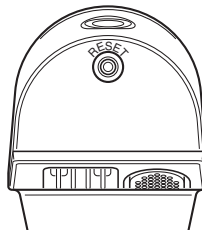

Figure 8
- Pour une installation sous l'avant-toit, assurez-vous que le capteur est situé à l'opposé du mur du bâtiment. Faites pivoter le détecteur de mouvement de sorte que le bouton RESET (Réinitialisation) soit face au sol. (Réinitialisation) (voir la Figure 8)
- Bouton de réinitialisation (voir la Figure 8) : utilisez un trombone et appuyez sur le bouton de réinitialisation pendant 15 secondes pour réinitialiser la lumière.